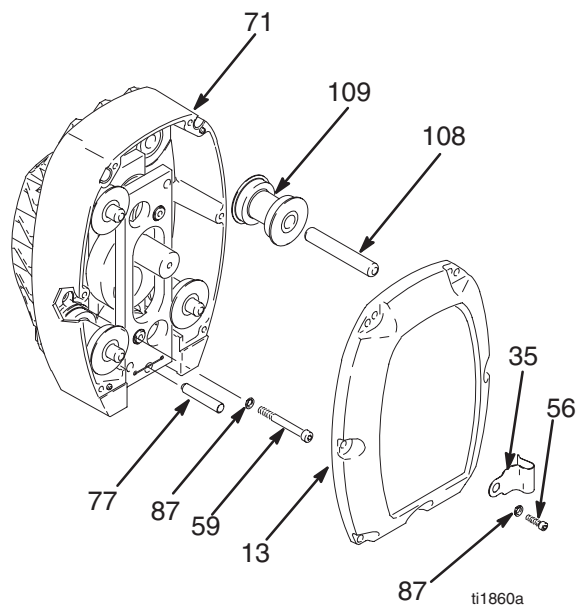

Abb. 1
2. Abb. 1. Sechs Kopfschrauben (56), die Federringe (87), den Clip (35) und den Deckel (13) abnehmen.
3. Abb. 1. Sechs Schrauben (56), die Federringe (87) und den Deckel (13) abnehmen.